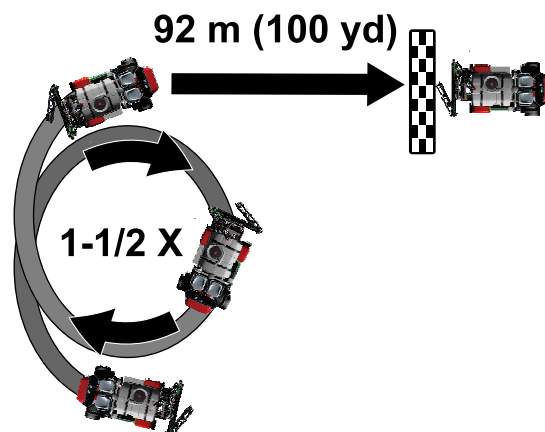

Figura 165
3. Guidate la macchina in tondo facendole compiere 1 giro e mezzo (Figura 165).
5. Guidate in avanti per 92 m; fate riferimento a Figura 165.